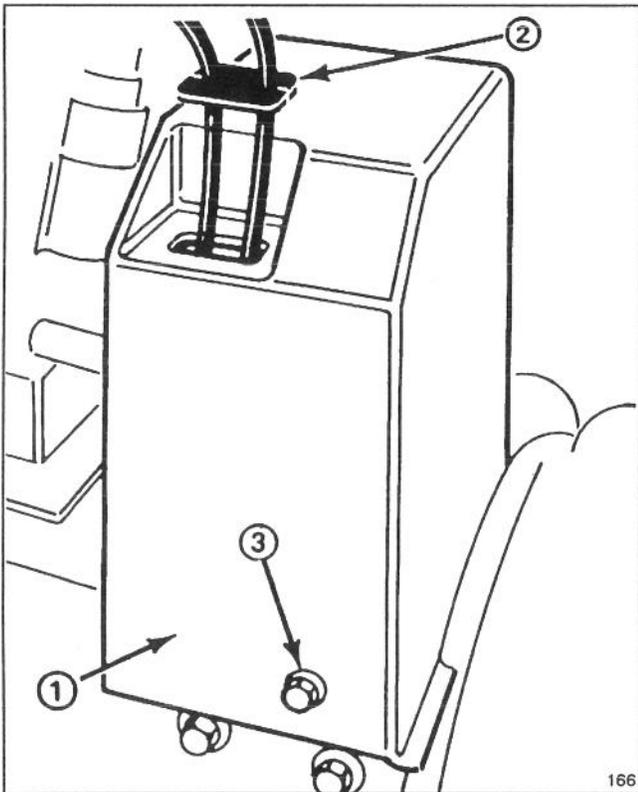

Figure 28
RÉGLAGE DE LA COURROIE D'ENTRAÎNEMENT DE TARIÈRE/ROUE HÉLICE (fig. 28 - 31)
2. Retirez les 3 boulons à tête à collerette tenant le protège-courroie attaché au châssis du moteur et faites-le glisser par dessus les câbles (fig. 28).